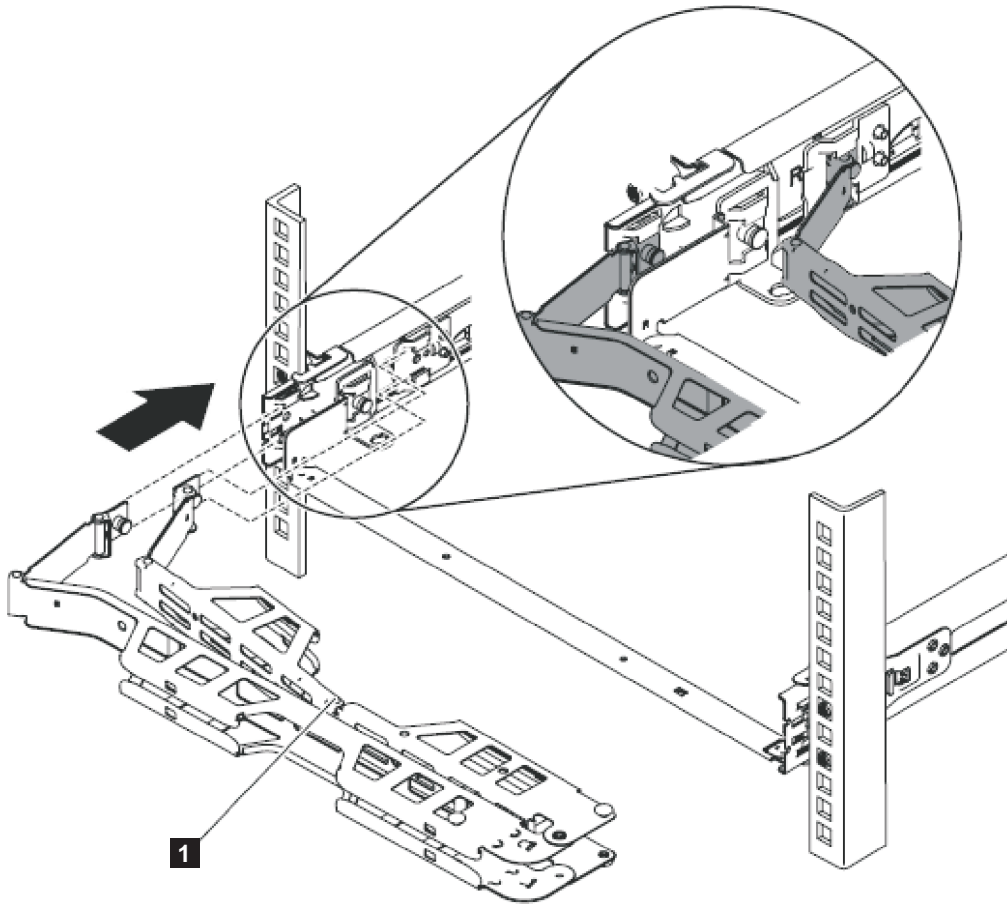

図 27. ケーブル・マネジメント・アームの取り付け
2. 32 ページの図 27 に示されているように、ケーブル・マネジメント・アームを取り付けます。
注: アームの接合部が、図 27 の **1** に示されているように、SAN ボリューム・コントローラー 2145-CG8 側を向いていることを確認してください。